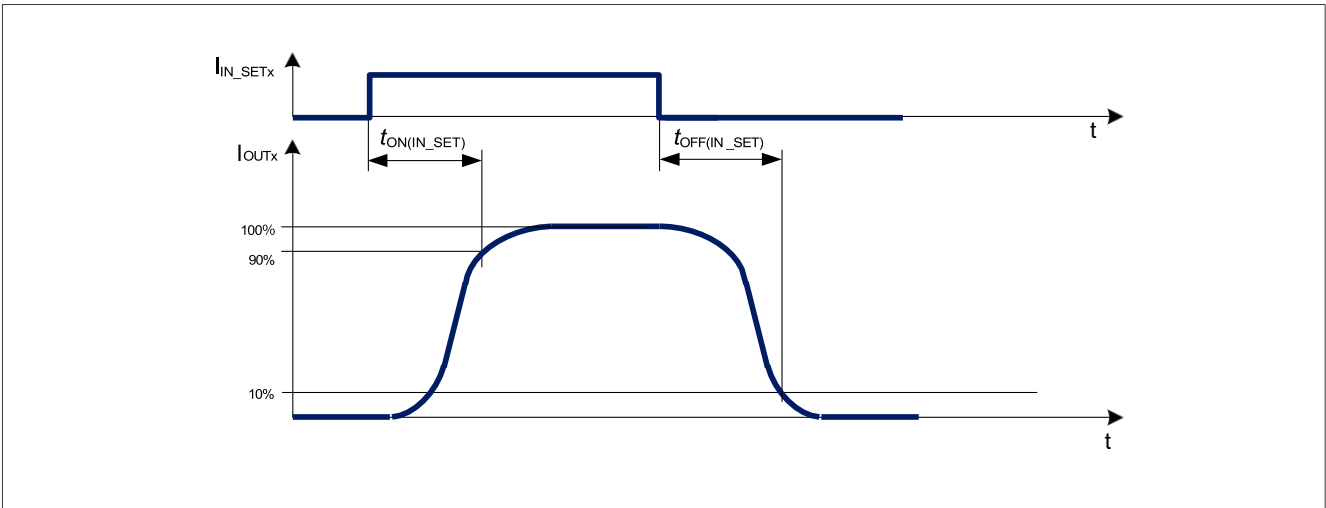
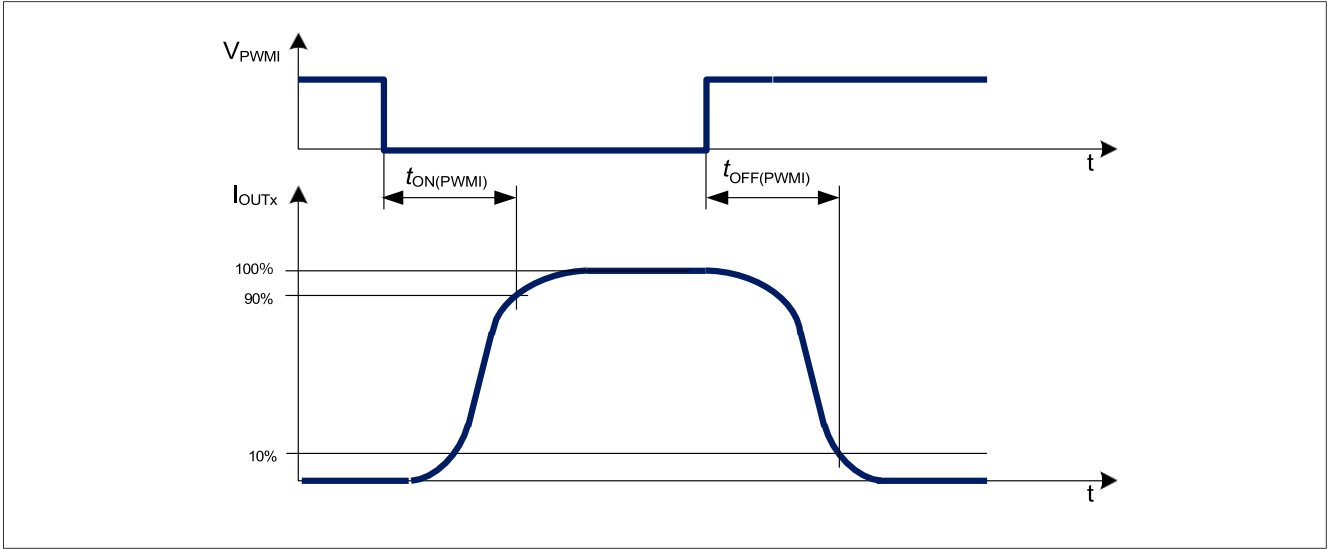

图10 IN_SET开启和关闭延迟时序图
图11 PWMI开启与关闭时序图
下图（图 10、图 11）显示了不同驱动输入对输出激活延迟的影响。
- 2) 参考 图10
- 3) 参考 图 11